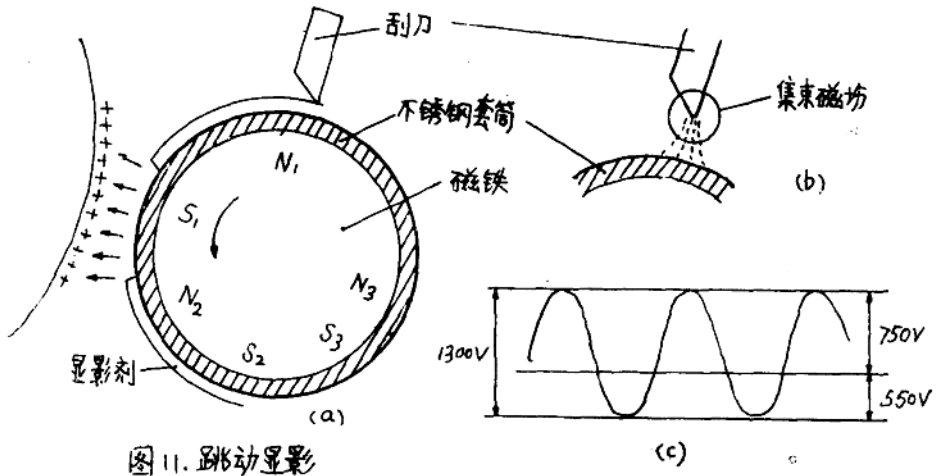

图11. 跳动显影
5.显影(图11)
有一层与套筒一起旋转。在离套筒表面不到一毫米的地方，有一个刮刀。由于刮刀的刀口很薄，使刀口与套筒表面之间形成了一个集束磁场。当显影剂随套筒的旋转经过这里时，被集束磁场的作用力拉住，几乎不动。显影剂在这里与仍然旋转的套筒表面产生强烈摩擦而带电。（图11·b）
显影套筒和刮刀上连接的是交流显影偏压，如NP400的交流偏压，其 $V_{p-p} = 1300V$ （见图11·c）。交流偏压中含有100V或200V的直流分量。其直流成分的作用是为了消除墨粉图像上的底灰；交流成分的作用是为了改善图像显影的层次。改变交流偏压的变化频率，可以控制图像的反差。频率越高，反差越大。